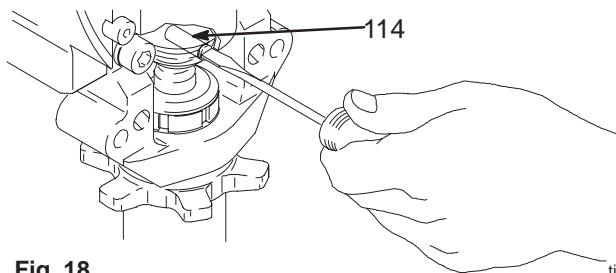

Fig. 18
3. Fig. 18. Utiliser un tournevis: relever le ressort et sortir la broche.
2. Fig. 18. Pousser la broche (21) dans les trous et pousser le ressort d'arrêt dans la gorge tout autour de la tige de connexion.